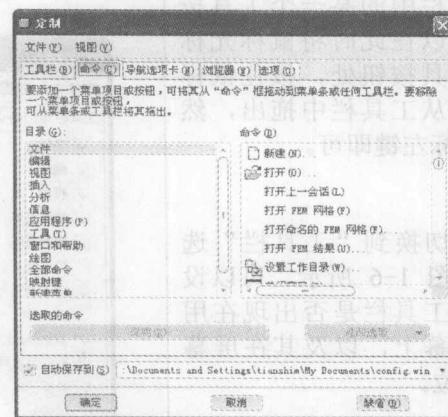

图1-3 “定制”对话框
① 在菜单栏中选择“工具”|“定制屏幕”命令，打开如图1-3所示的“定制”对话框。